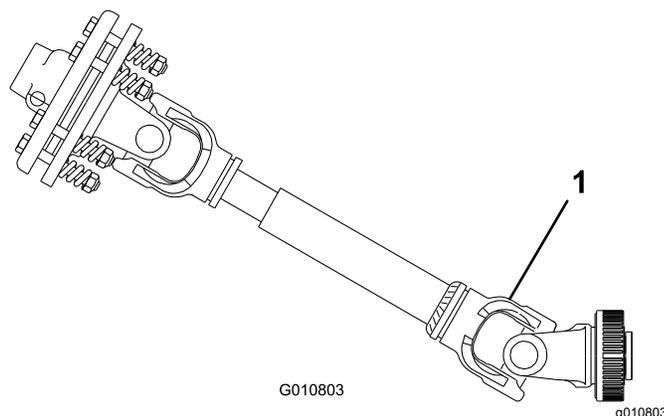

Figura 10
**Importante:** Quando collegate la PDF, non sollevate l'arieggiatore oltre il necessario. Sollevando eccessivamente la macchina si rischia di rompere le articolazioni dell'albero della presa di forza (Figura 10). Spegnete